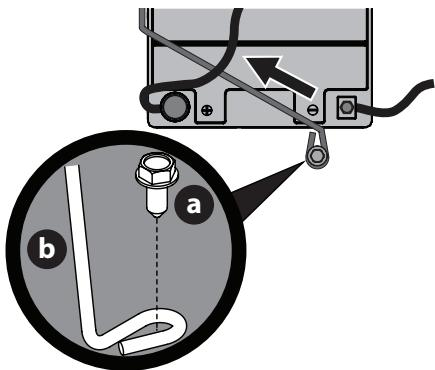

Figure 21
NOTE : Le faisceau électrique doit être placé au-dessus de la barre de retenue de la batterie. Autrement, il risque d'être endommagé (Figure 21 à la page 88).
- Retirez le boulon hexagonal (a) qui fixe la tige de retenue de la batterie (b) au châssis. Faites pivoter la tige de retenue de la batterie (b) vers le haut et retirez la batterie (Figure 21).